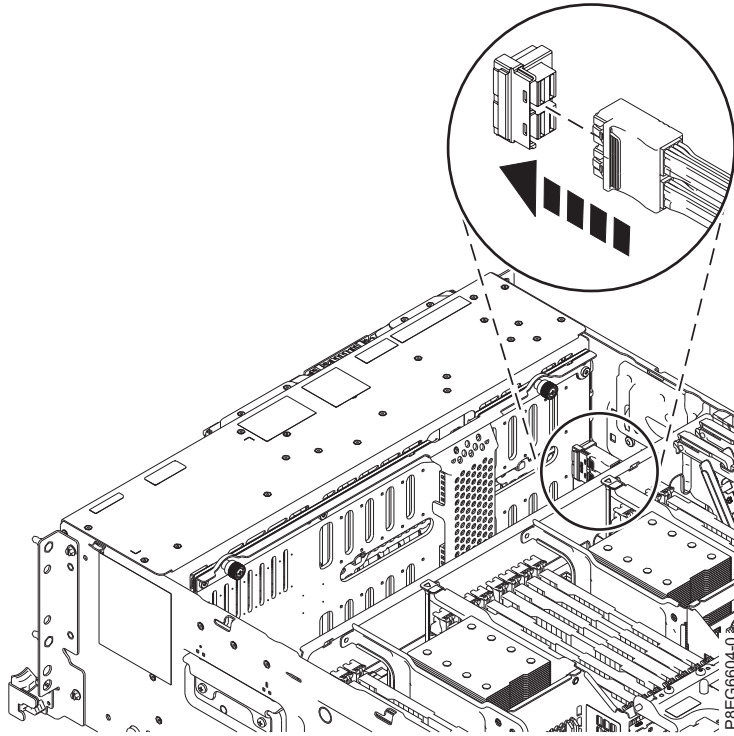

図 8. SAS ケーブルのディスク・ドライブ・バックプレーンへの再接続
7. 11 ページの図 8 に示すように、前面 SAS ケーブルをディスク・ドライブ・バックプレーンのコネクタ・ポートに再接続します。コネクタの止め金が掛かるまで、コネクタを内部に押します。ケーブルをシャーシの横に配置します。